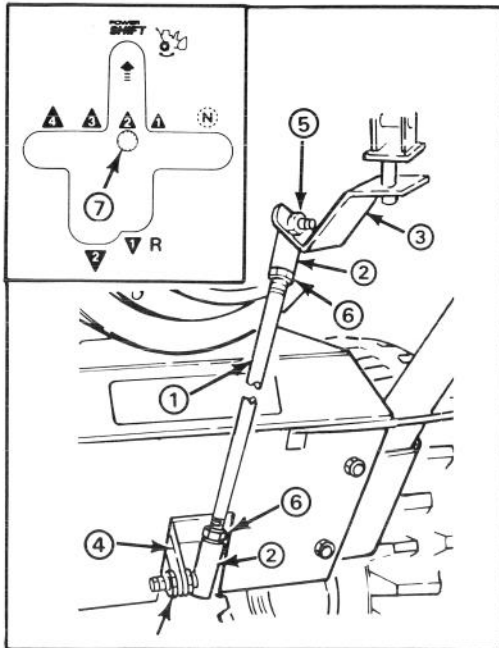

Figure 28
**Remarque :** si le levier de changement de vitesse n'est pas aligné avec la fente Power Shift sur le panneau de commande (fig. 28, illustration intérieure), il convient d'ajuster la longueur de la tige de conversion comme suit: